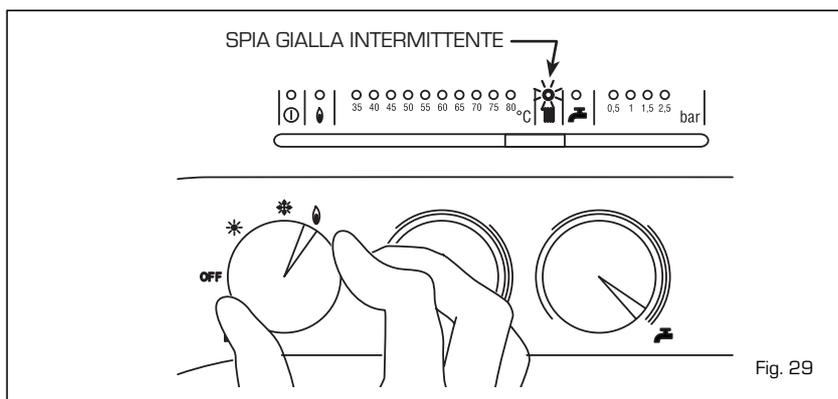

Fig. 29
4.7.1 Funzione spazzacamino (fig. 29)